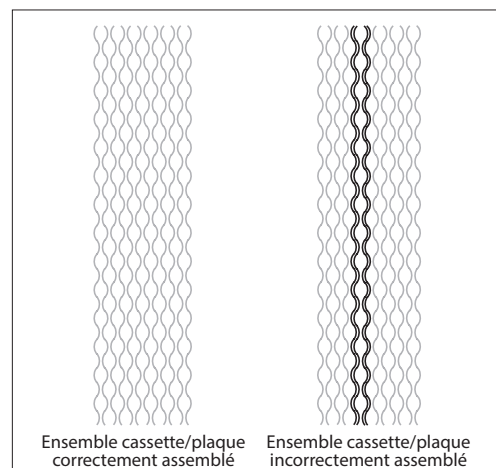

Fig. 13. Ensemble de plaques correctement/incorrectement assemblé
- Vérifiez que le bord de la plaque/cassette est uniforme (voir fig. 13).